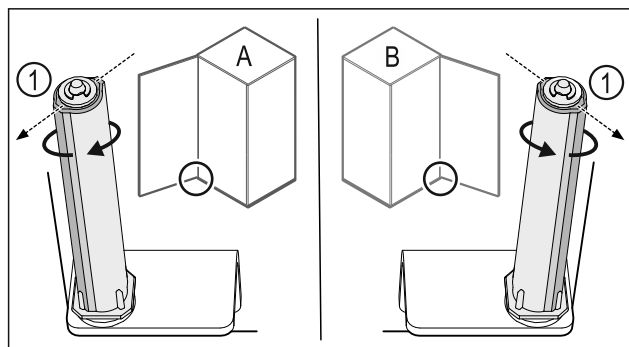

Fig. 19 Левое навешивание (A) / правое навешивание (B)
- ▶ Поворачивайте систему закрытия, преодолевая сопротивление до тех пор, пока ее ребро Fig. 19 (1) не будет направлено наружу.